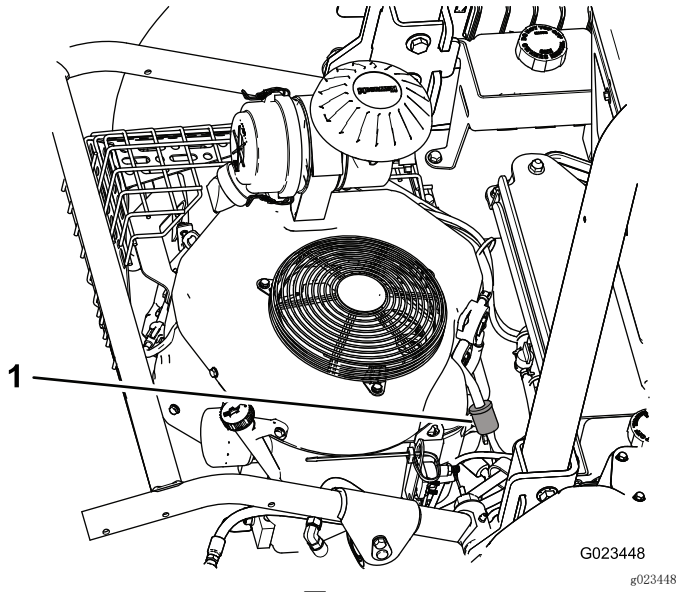
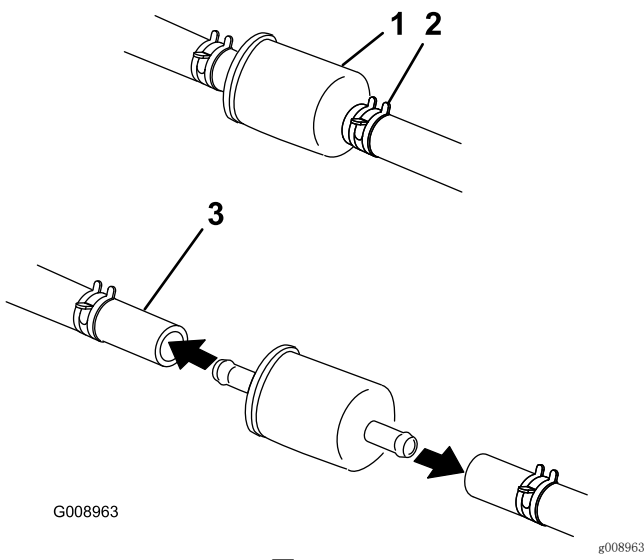

图47
图48
- 2. 拧松过滤器化油器侧的软管夹，从过滤器上取下燃油管线 (图47 和 图48)。